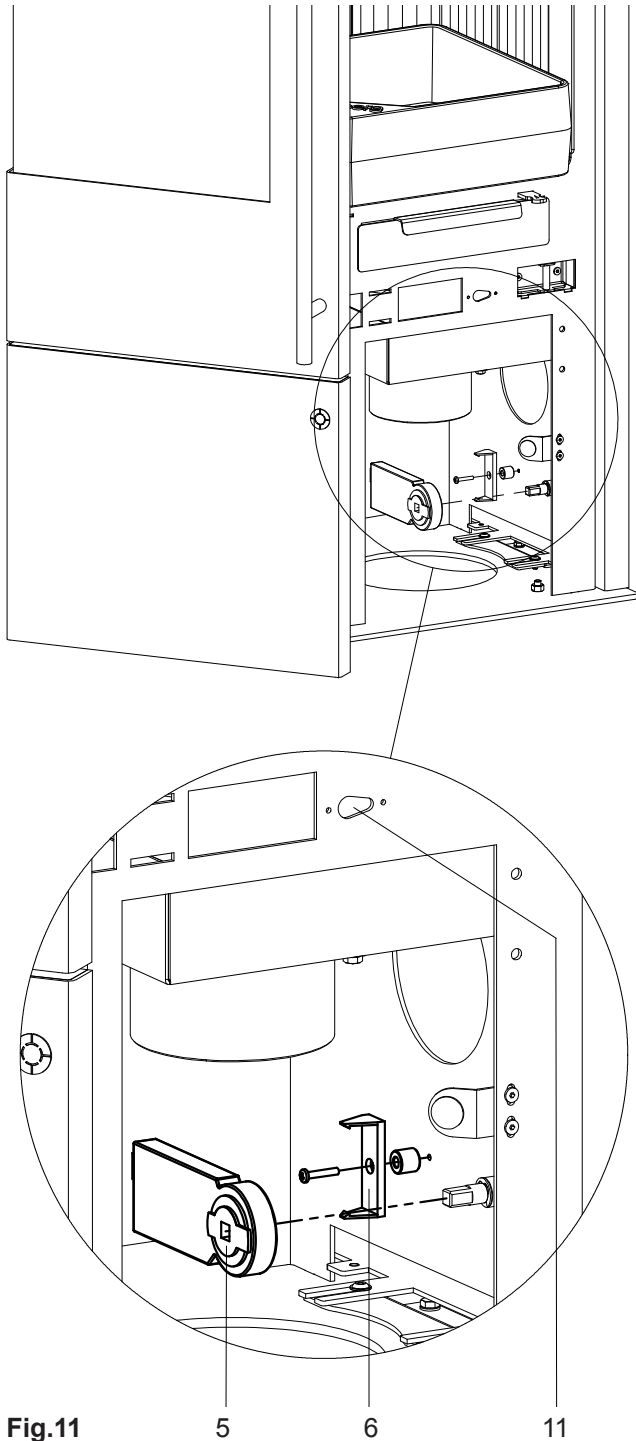

Fig.11
- Visser la patte de maintien moteur (6) avec la douille d'écartement dans le casier de stockage du bois. Pousser le moteur de commande (5) sur l'axe rotatif du levier de coulisseaux d'air, puis bloquer la patte de maintien moteur par encliquetage (Fig.11).
- Monter le contacteur de porte (position fixation, cf. Fig.11) conformément aux étapes 2+3 décrites dans le Chapitre «Étapes générales de montage».